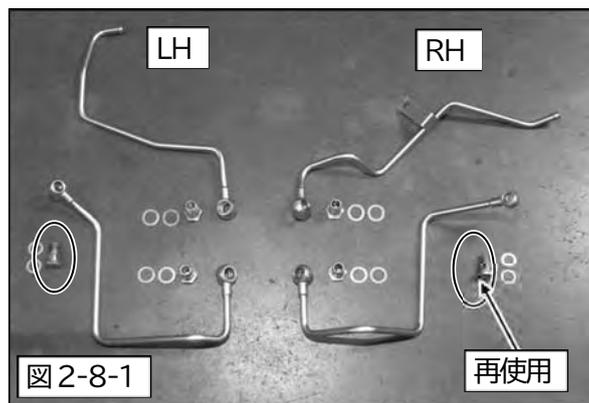

図 2-8-1
- (1) ウォーターパイプを取付け前にエアブローし、異物混入を防止します。(図 2-8-1)